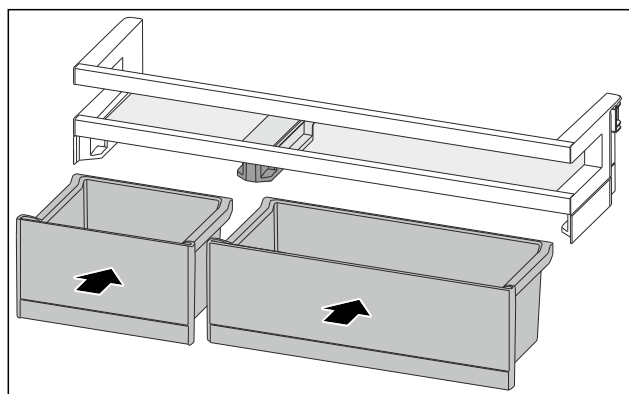

Fig. 225
- ▶ Поставете кутиите VarioBox в разменено разположение. (виж Fig. 225)